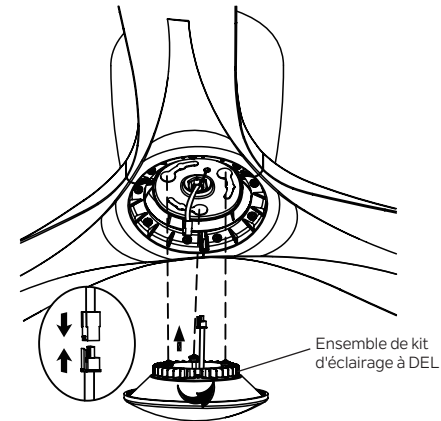

Fig. 14
**Étape 1.** Maintenez l'ensemble du kit d'éclairage à DEL près du moteur et connectez les connecteurs à broches ensemble. (Fig. 14)
**Étape 2.** Rentrez soigneusement les connexions dans l'ensemble du kit d'éclairage à DEL, soulevez l'ensemble du kit d'éclairage à DEL jusqu'au moteur et vissez les vis jusqu'à l'extrémité étroite des trous oblongs sur le moteur. Assurez-vous que toutes les vis se verrouillent en place et ne tournent plus. (Fig. 14)